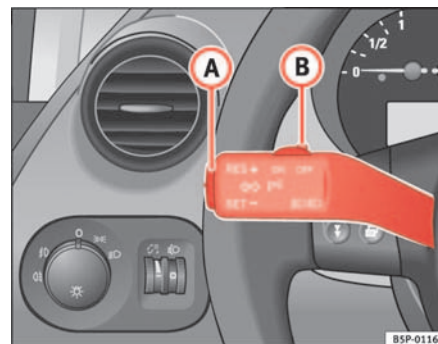

Fig. 143 Alavanca dos indicadores de direcção e máximos: comando e interruptor basculante para o regulador de velocidade
- Premir brevemente a parte inferior do interruptor basculante **SET** ⇒ fig. 143 **A** uma vez, quando tiver sido atingida a velocidade que se pretende memorizar.